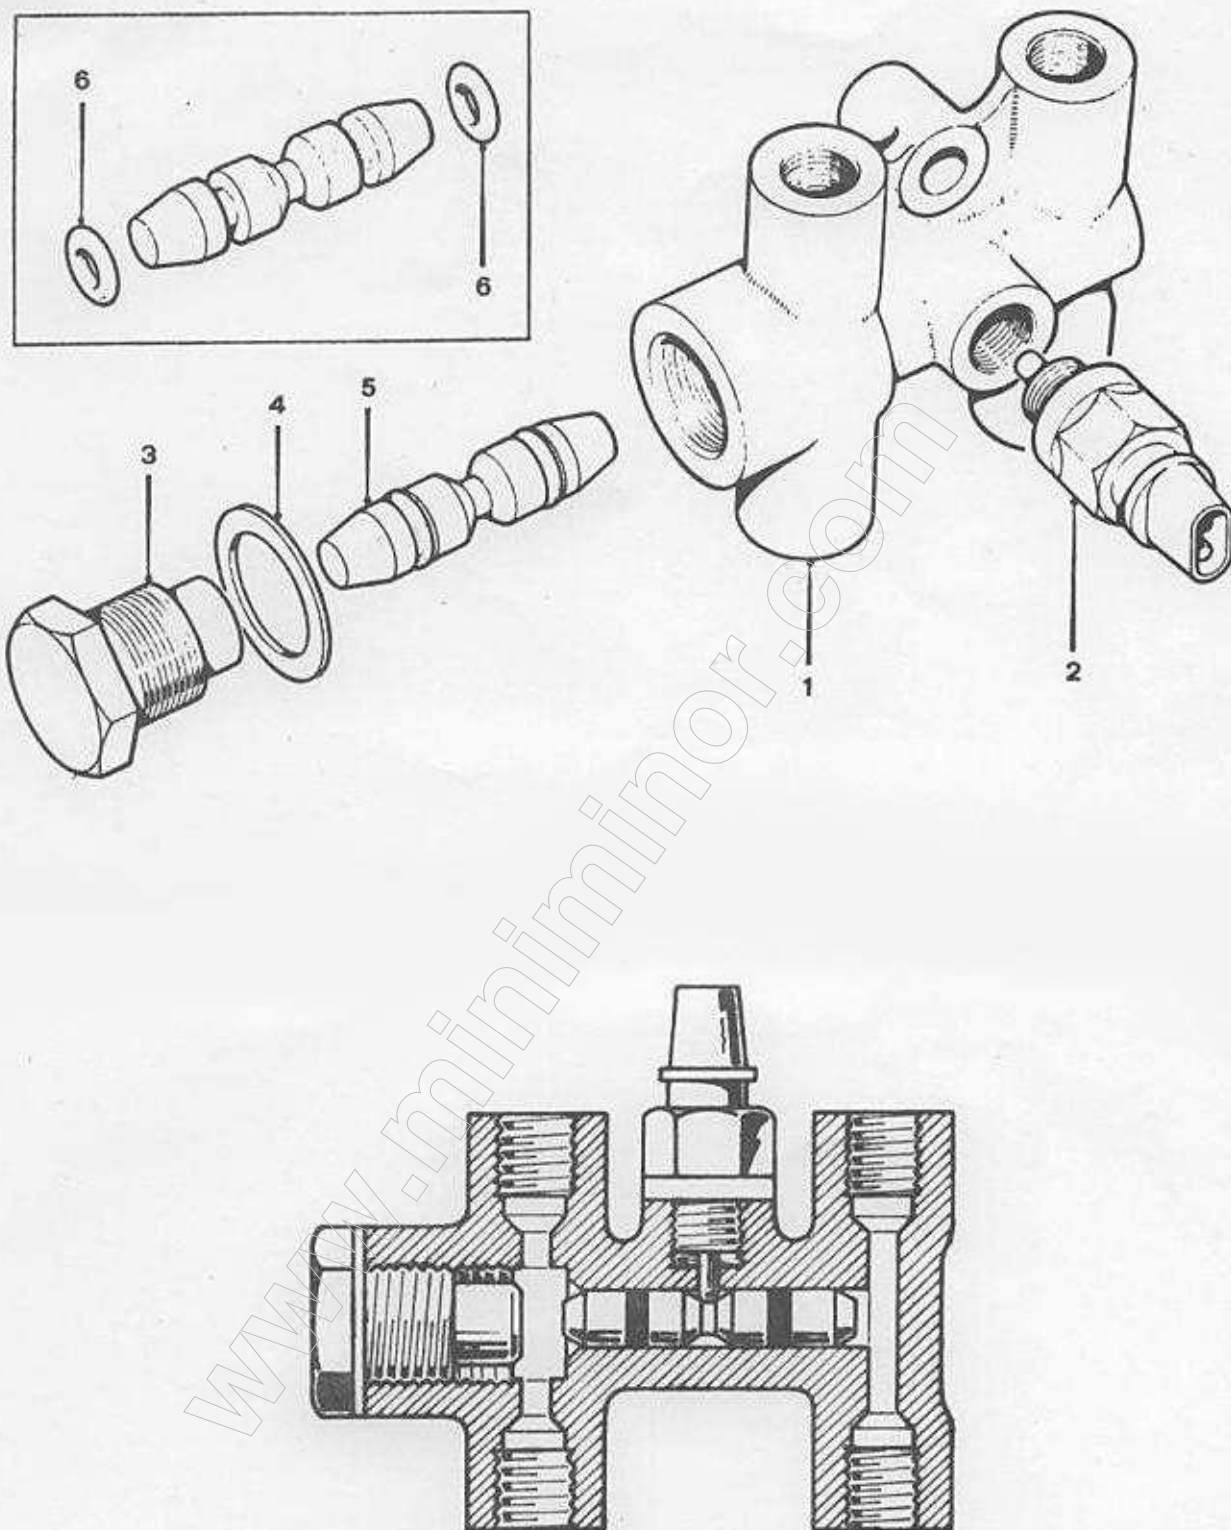

Fig. 3 - Vista in esploso ed in falsa sezione dell'indicatore di perdite
- 5 - Un indicatore di perdite (Ved. fig. 3), montato in parallelo fra le due mandate della pompa comando, fa accendere una spia (quella del freno a mano) sul cruscotto quando c'è una perdita di pressione in uno dei due circuiti. Consiste in un corpo nel quale un pistoncino a spola, che in condizioni di frenata normale si trova al centro del corpo stesso, si sposta dalla parte in cui vi è una perdita di pressione. Lo spostamento determina l'azionamento meccanico di un interruttore che fa accendere la spia.